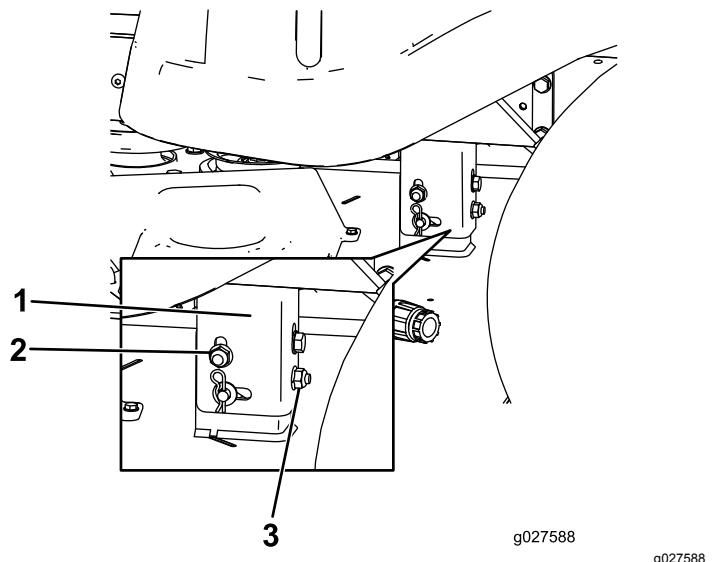

Figure 70
8. Élevez ou abaissez le côté gauche du plateau de coupe en tournant l'écrou arrière (Figure 70).
Remarque: Tournez l'écrou arrière dans le sens horaire pour éléver le plateau de coupe ou dans le sens antihoraire pour abaisser le plateau (Figure 70).